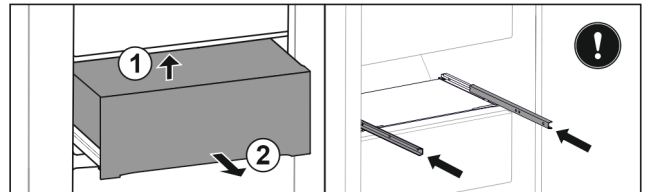

Fig. 54
- ▶ Ridicați sertarul de jos spate. Fig. 54 (1)
- ▶ Extrageți sertarul spre înainte. Fig. 54 (2)